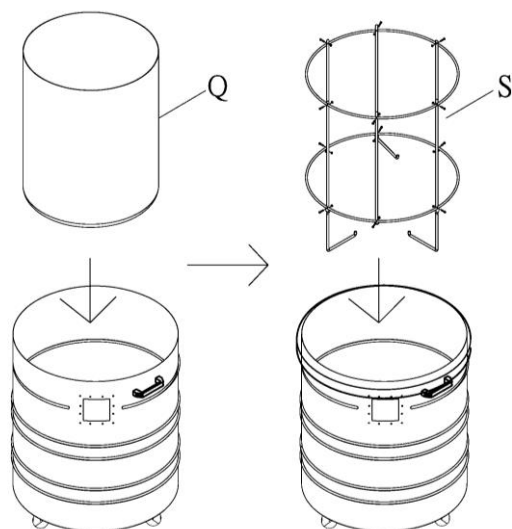

Figure 14
19. Placez le sac de collecte du tambour (Q) dans le cylindre avec son bord supérieur enroulé autour du bord supérieur du cylindre. Placez le cadre du sac (S) dans le sac et appuyez en permanence vers le bas. Voir la Figure 14.